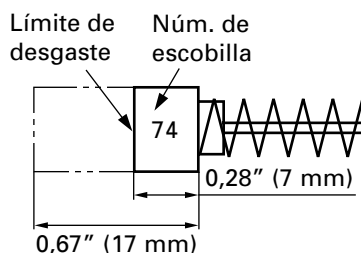

Fig. 11
3. Inspeccionar los carbones de contacto (Fig. 11)
NOTA: Utilice las escobillas HITACHI Núm. 74 indicadas en la Fig. 11.